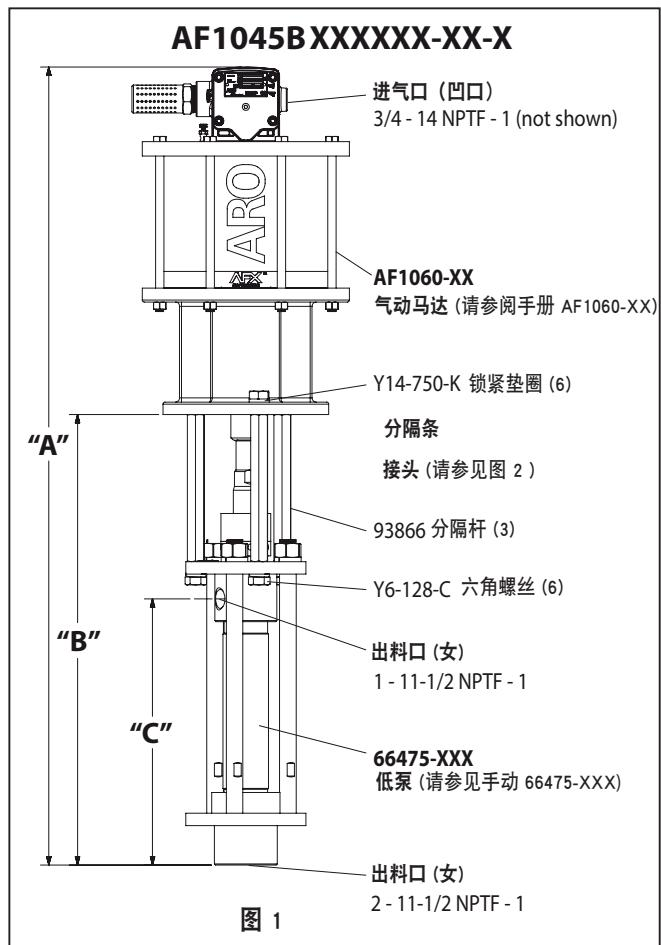

图 1
2. Удалите три винта колпачок (Y6-128-C) и lock (Y14-750-K) шайбы из трех прутков распорку (см. рисунок 1).
2. 卸下三个螺钉 (Y6-128-C) 和 (Y14-750-K) 锁从 (见图 1)，三个垫片棒的垫圈。